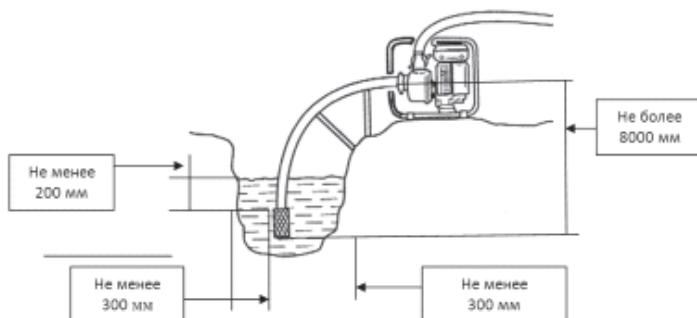

Рис.9
1. Установите мотопомпу вблизи водоема (емкости) на твердую ровную горизонтальную поверхность, опустите фильтр всасывающего рукава в водоем(емкость), обеспечив вертикальное положение фильтра. При установке фильтра соблюдайте все необходимые расстояния, как показано на Рис. 9.